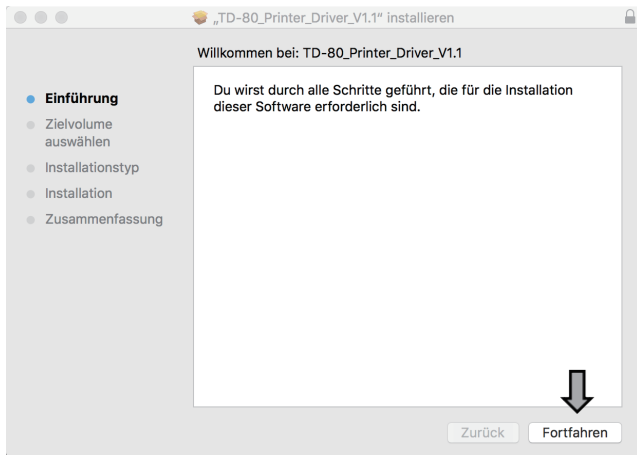

Fig.2
- ② Öffnen Sie die Installationsoberfläche des Druckertreibers und klicken Sie auf „Fortfahren“ (siehe Abbildung 2).